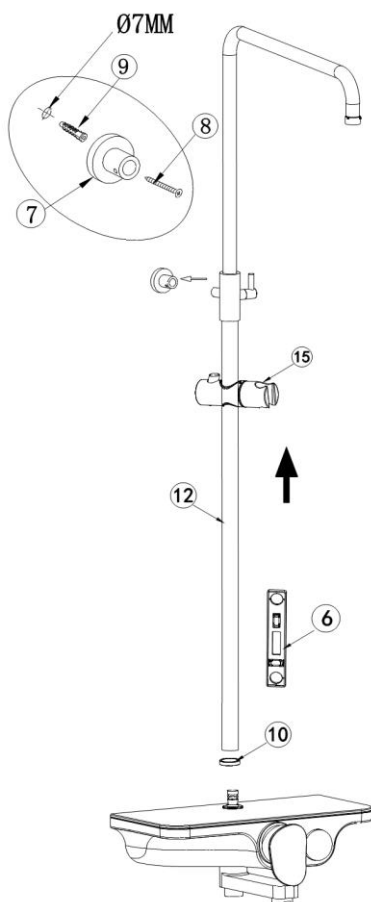

Рис.6.
Снимите душевую штангу (12) и просверлите в отмеченном месте отверстие диаметром 7 мм. Вставьте дюбель (9) в отверстие и закрепите крепежный кронштейн (7) на стене винтом (8) (рис.6).